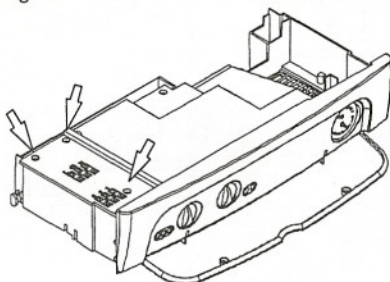

fig. 8.2
- 7 Aflojar los tornillos y retirar la tapa de la bornera fig. 8.2